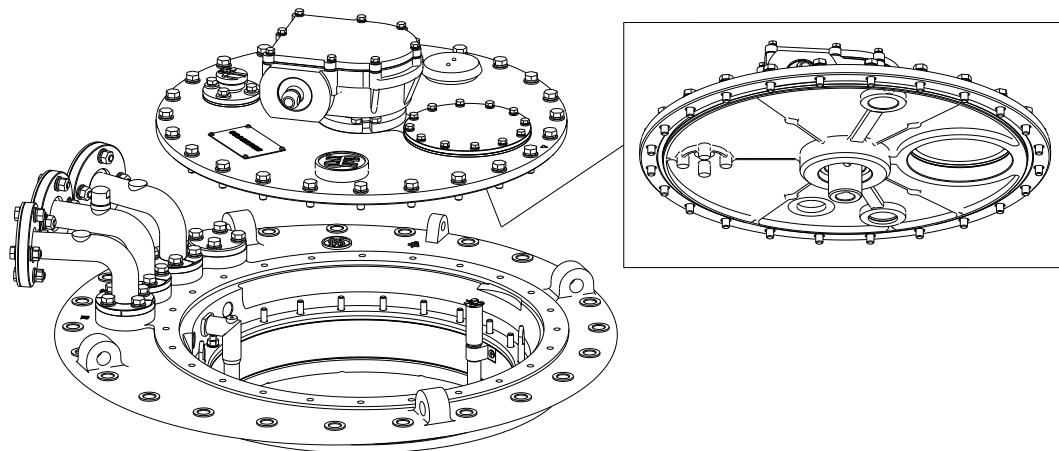

图 5-14
3. 卸下开关顶盖。在拆卸和其他作业过程中要避免损坏开关顶盖和开关安装法兰的密封面（O 形密封圈，图 5-14）。